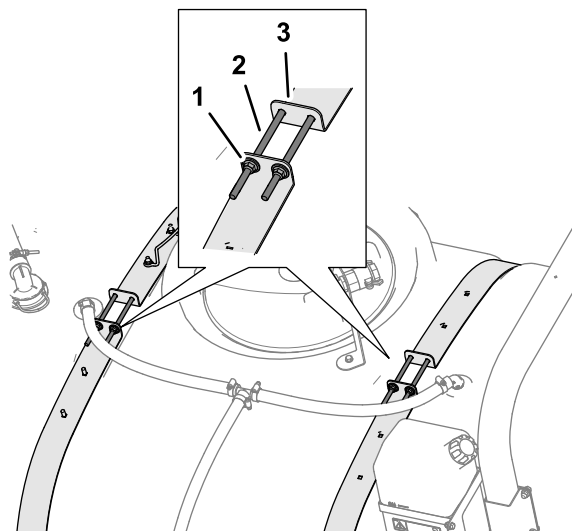

Figura 7
1. Desaperte as quatro porcas de bloqueio flangeadas e quatro parafusos que prendem as metades da correia do depósito (Figura 7).
- Aperte as quatro porcas de bloqueio flangeadas e os quatro parafusos na parte superior das correias até que as correias fiquem alinhadas com a superfície do depósito (Figura 7).